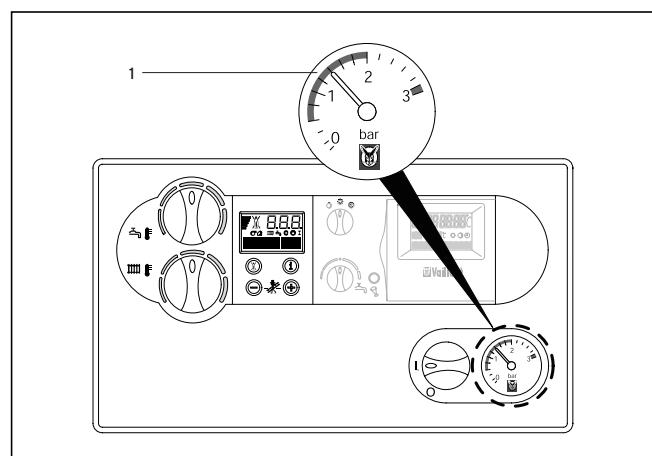

Fig. B.15: Påfyllning av panna/värmeanläggning
För att värmeanläggningen skall fungera perfekt, bör vi sätta på manometern (1) visa ett tryck på 1,0 - 2,0 bar, när anläggningen är kall (bild B.15). Fyll på behövlig mängd vatten, om den visar lägre än 0,8 bar. Om värmeanläggningen omfattar flera våningar, kan det behövas högre manometervärden för vattennivån. Fråga din installatör om detta. Din installatör bör ha visat dig på fyllningssystemet, och förklarat hur fyllning resp. tömning av anläggningen går till.